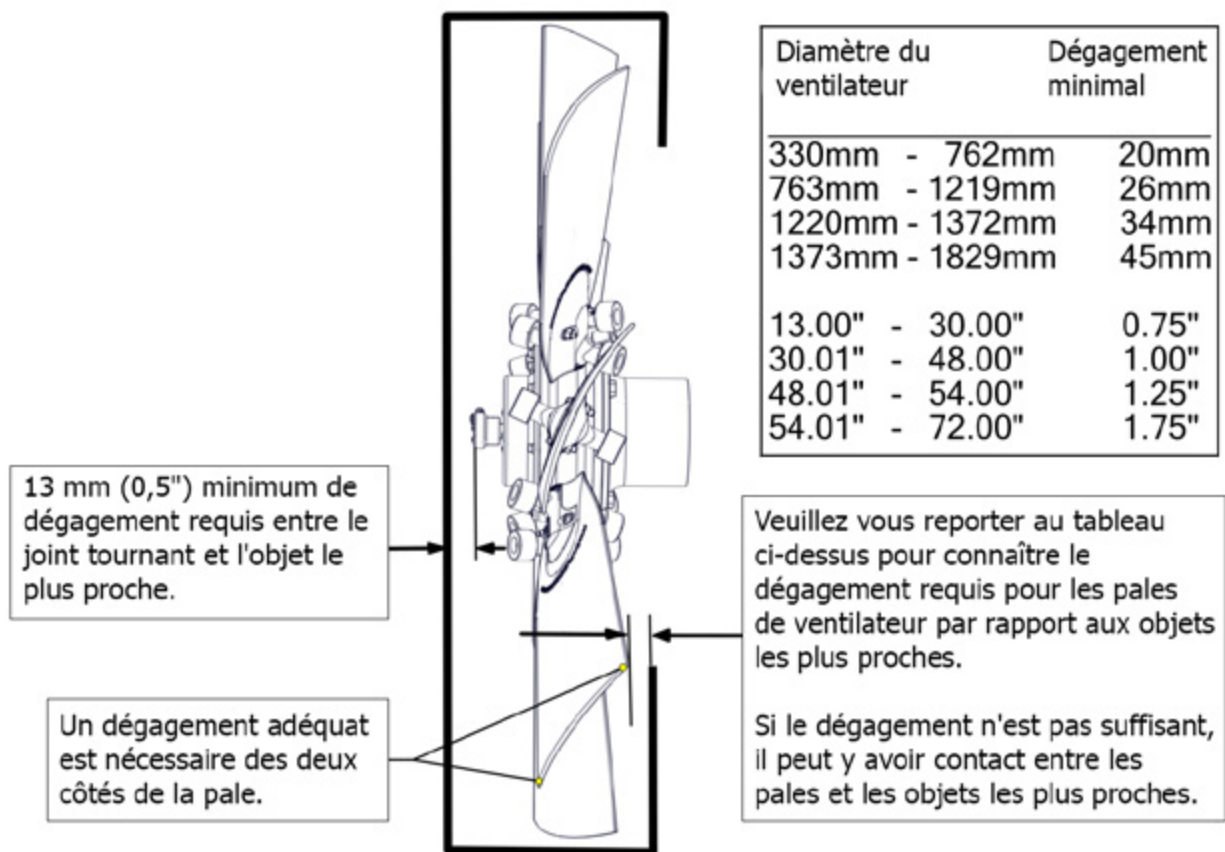

Figure 10
5. Veillez à avoir le bon dégagement au niveau des bords des pales. Voir la figure 10 à la page suivante ou une liste des dégagements minimum en fonction du diamètre du ventilateur.
AVERTISSEMENT : Veillez à disposer d'un jeu minimum entre le joint tournant et l'obstacle le plus proche, conformément à la Figure 10 page 4-5.
Le ventilateur tourne-t-il aux positions par défaut et inversée sans obstruction ? Voir la Figure 10, page 4-5.
Le ventilateur tourne-t-il aux pas par défaut et à plein régime inverse sans obstruction ? Voir la Figure 10, page 4-5.